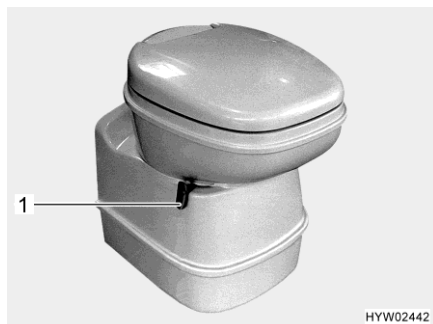
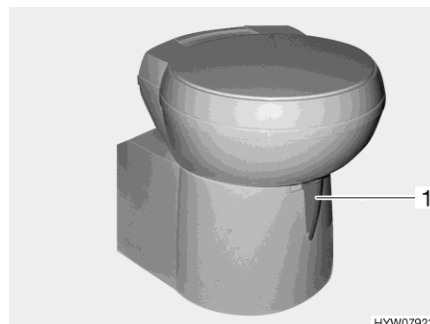

Bild 199 Thetford-toalettskål, svängbar
Bild 200 Thetford-toalettskål, svängbar (alternativ)
- Öppna spjället på Thetford-toaletten före spolning. Skjut för detta spjällspaken (Bild 199,1 resp. Bild 200,1) moturs.